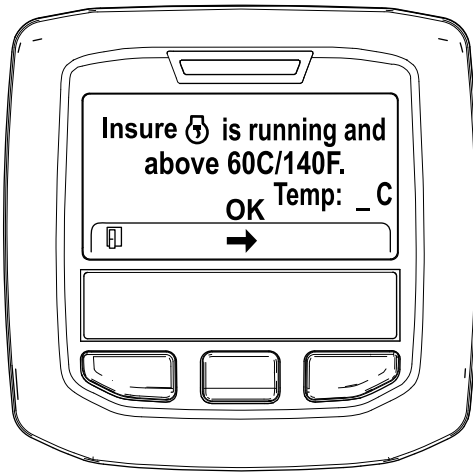

Figura 52
- Se a temperatura do líquido de refrigeração for inferior a 60°C, surge a mensagem "Insure  is running and above 60°C/140°F" (Confirme que está a trabalhar e acima de 60°C/140°F) (Figura 52).